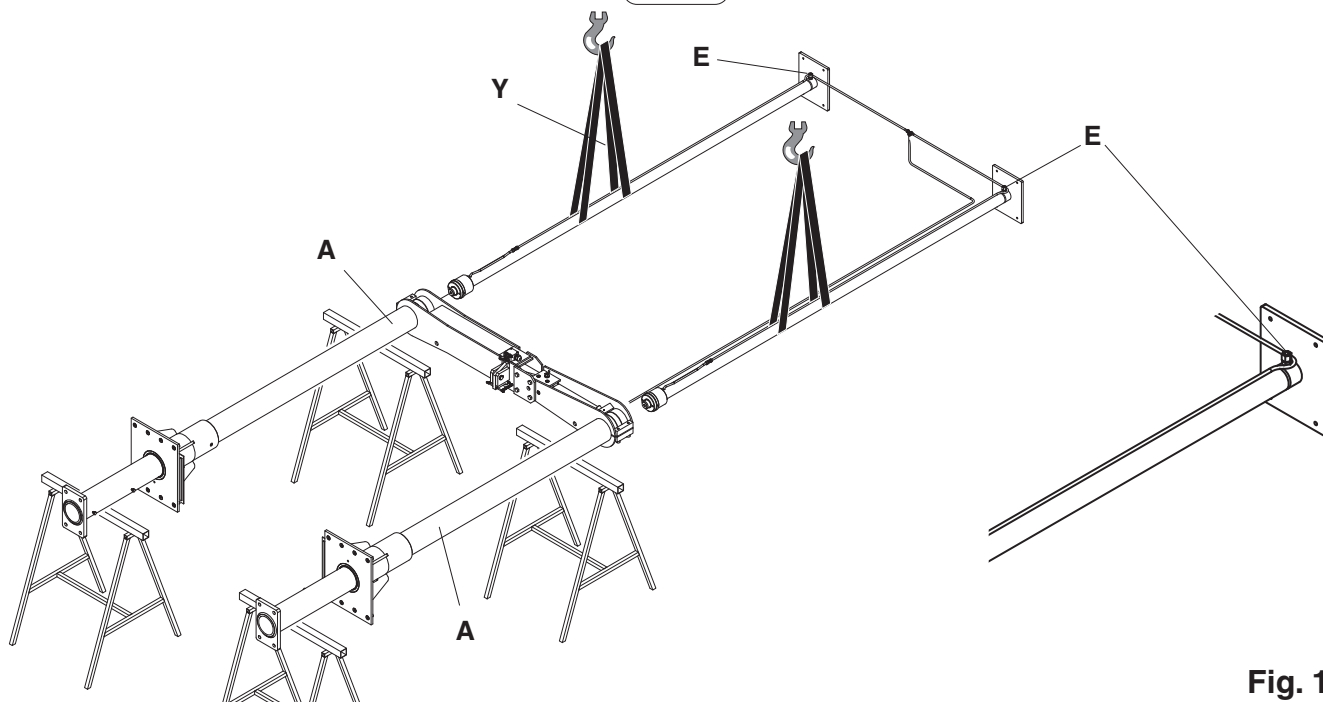

Fig. 14
- Sollevare i due cilindri ed inserirli nelle guide mobili (**A**) come in **fig. 14** in modo che i raccordi (**E**) siano rivolto verso l'alto.
- Raise the two cylinders and insert them in the mobile guides (**A**) as shown in **fig. 14**, so that couplings (**E**) are facing up.
- Die beiden Zylinder heben und in die beweglichen Führungen (**A**) gemäß **Abb. 14** einführen, so dass die Anschlüsse (**E**) nach oben gerichtet resultieren.
- Soulever les deux cylindres et les insérer dans les guides mobiles (**A**) comme illustré à la **fig. 14** de sorte que les raccords (**E**) soient orientés vers le haut.
- Levantar los dos cilindros e introducirlos en las guías móviles (**A**) como en la **fig. 14** de manera que los empalmes (**E**) se encuentren hacia arriba.